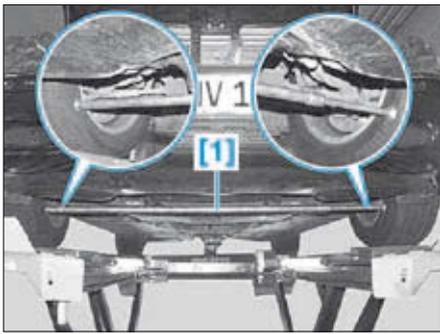

FIG. 5
- [1]. Pousse-roue (Fig.5).
- Mettre en place l'outil [1] (Fig.5).